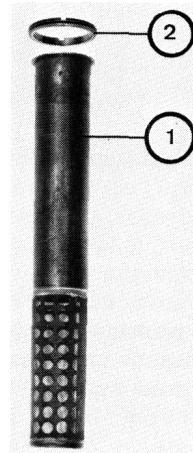

Fig 8
21. Das Filterrohr ① (Fig 8) wird durch einen Gewindegeling ② festgehalten und dient zur Grobfiltrierung des Brennstoffes.
Le tube de filtre ① (Fig 8) est maintenu par la bague filetée ②. Il sert à filtrer grossièrement le carburant.
Il filtro principale ① (Fig 8) è fissato da un anello a vite ②. Esso serve a filtrare grossolanamente il carburante.